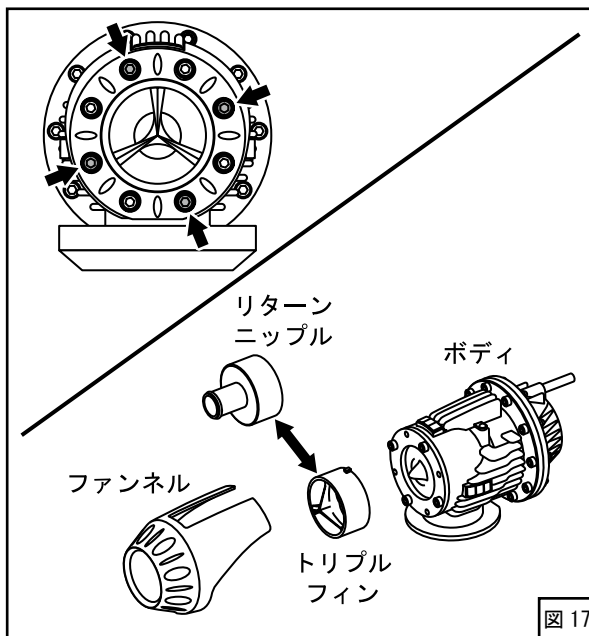

図 17
(7) ブローオフアッセンブリのトリプルフィンをリターンニップルに交換してください。(図17)